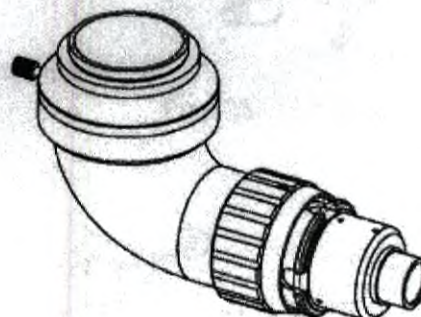

Рис. 25
10.6 Адаптер для цифровой камеры DSLR (рис. 25)